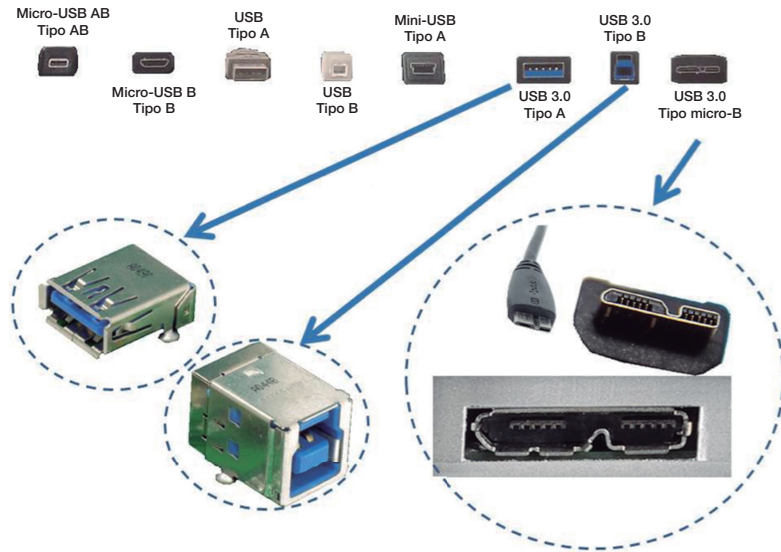

Figura 2.2
4. *Tipos de conexiones.* Como se puede ver en la figura 2.2, hay varios tipos de conectores. Los conectores tipo A y B son parecidos y retrocompatibles con los conectores A y B USB 2.0, mientras que en el USB 3.0 aparece un nuevo conector micro-B. Este conector es muy utilizado en dispositivos como discos duros externos.